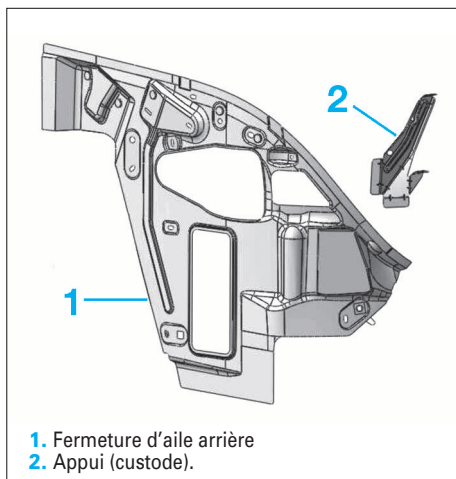

FIG. 119
- Identifications des pièces neuves (Fig.119).